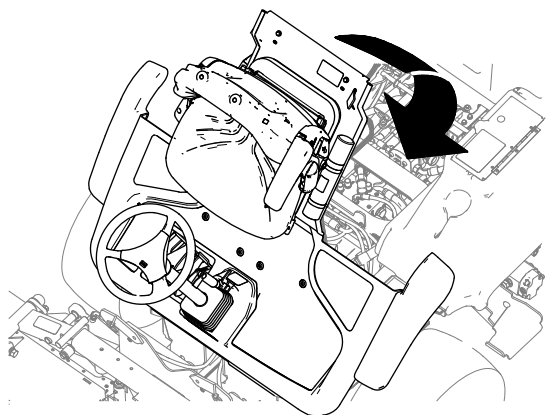

Figure 12
1. Abaissez doucement la plateforme (Figure 12).